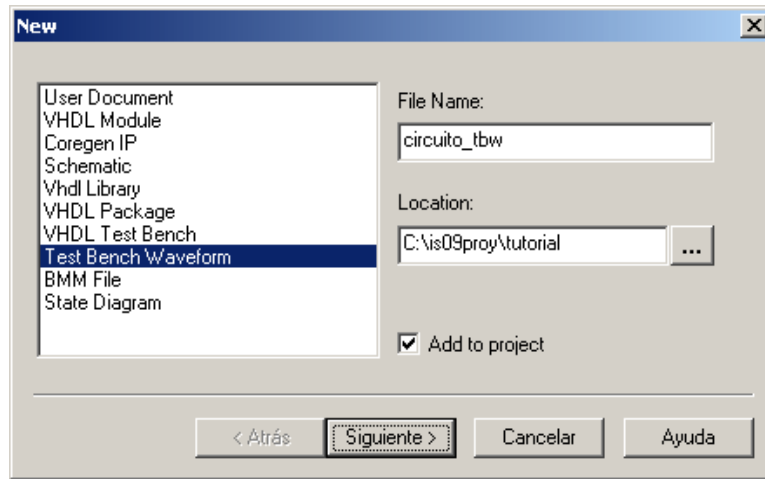

Figura 10.
- En la ventana de diálogo que aparece (Figura 10), seleccionar Test Bench Waveform